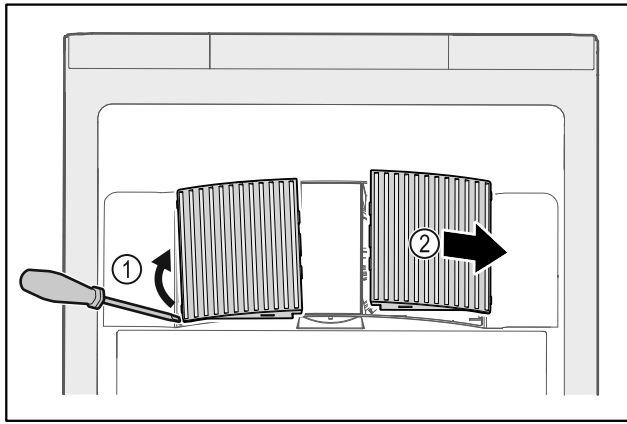

Fig. 144
- ▶ Extraire par un mouvement de levier les caches latéraux Fig. 144 (1) vers l'avant Fig. 144 (2).